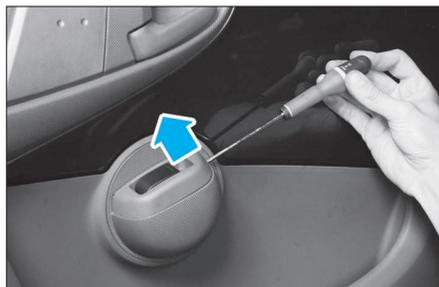

FIG. 65
- A l'aide d'un tournevis, décliper l'ensemble de l'interrupteur de lève-vitre (Fig.65).